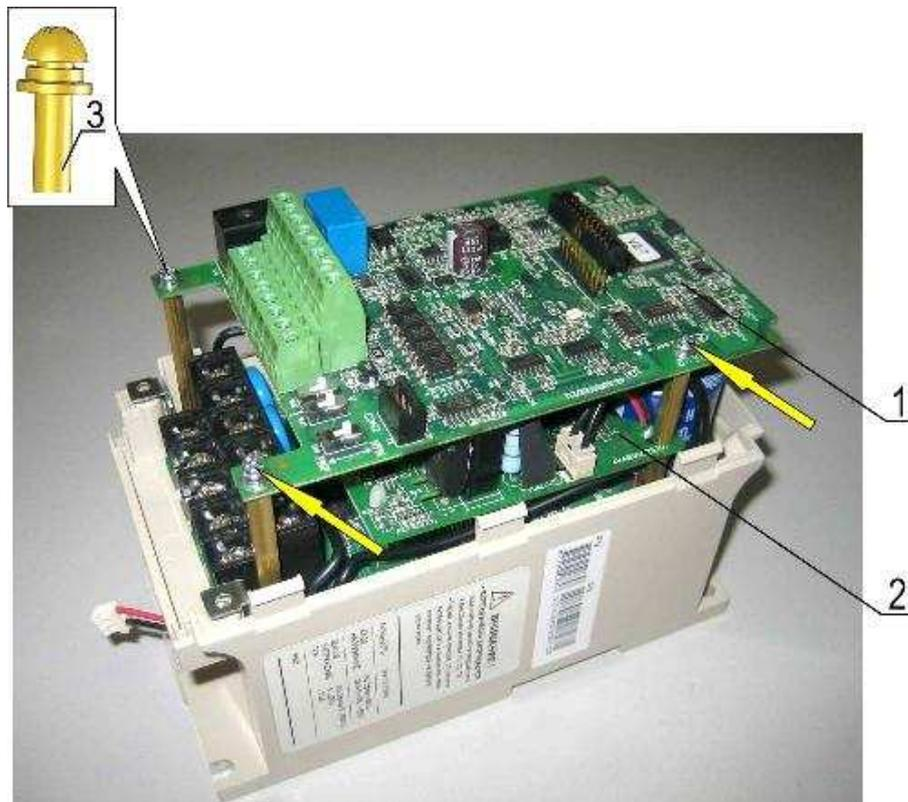

Рис. 7.20
7.6.1. Вставить ответную часть разъёма с обратной стороны платы 1 в разъём на плате 2, совместив отверстия платы 1 с резьбовыми отверстиями в стойках платы 2 (рис. 7.20).
7.6.2. Закрепить плату 1 тремя винтами 3 (рис. 7.20).